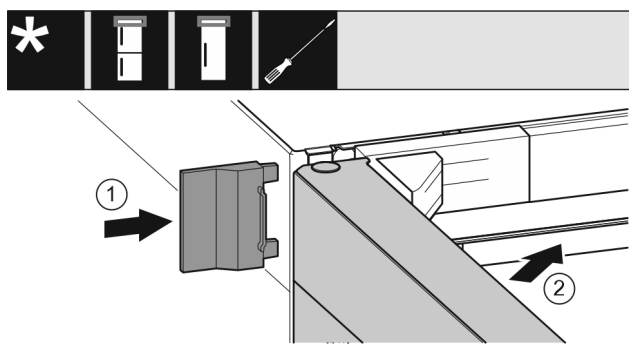

Fig. 24
- Vnější kryt Fig. 24 (1) nasuňte.
- Zavřete horní dveře Fig. 24 (2).